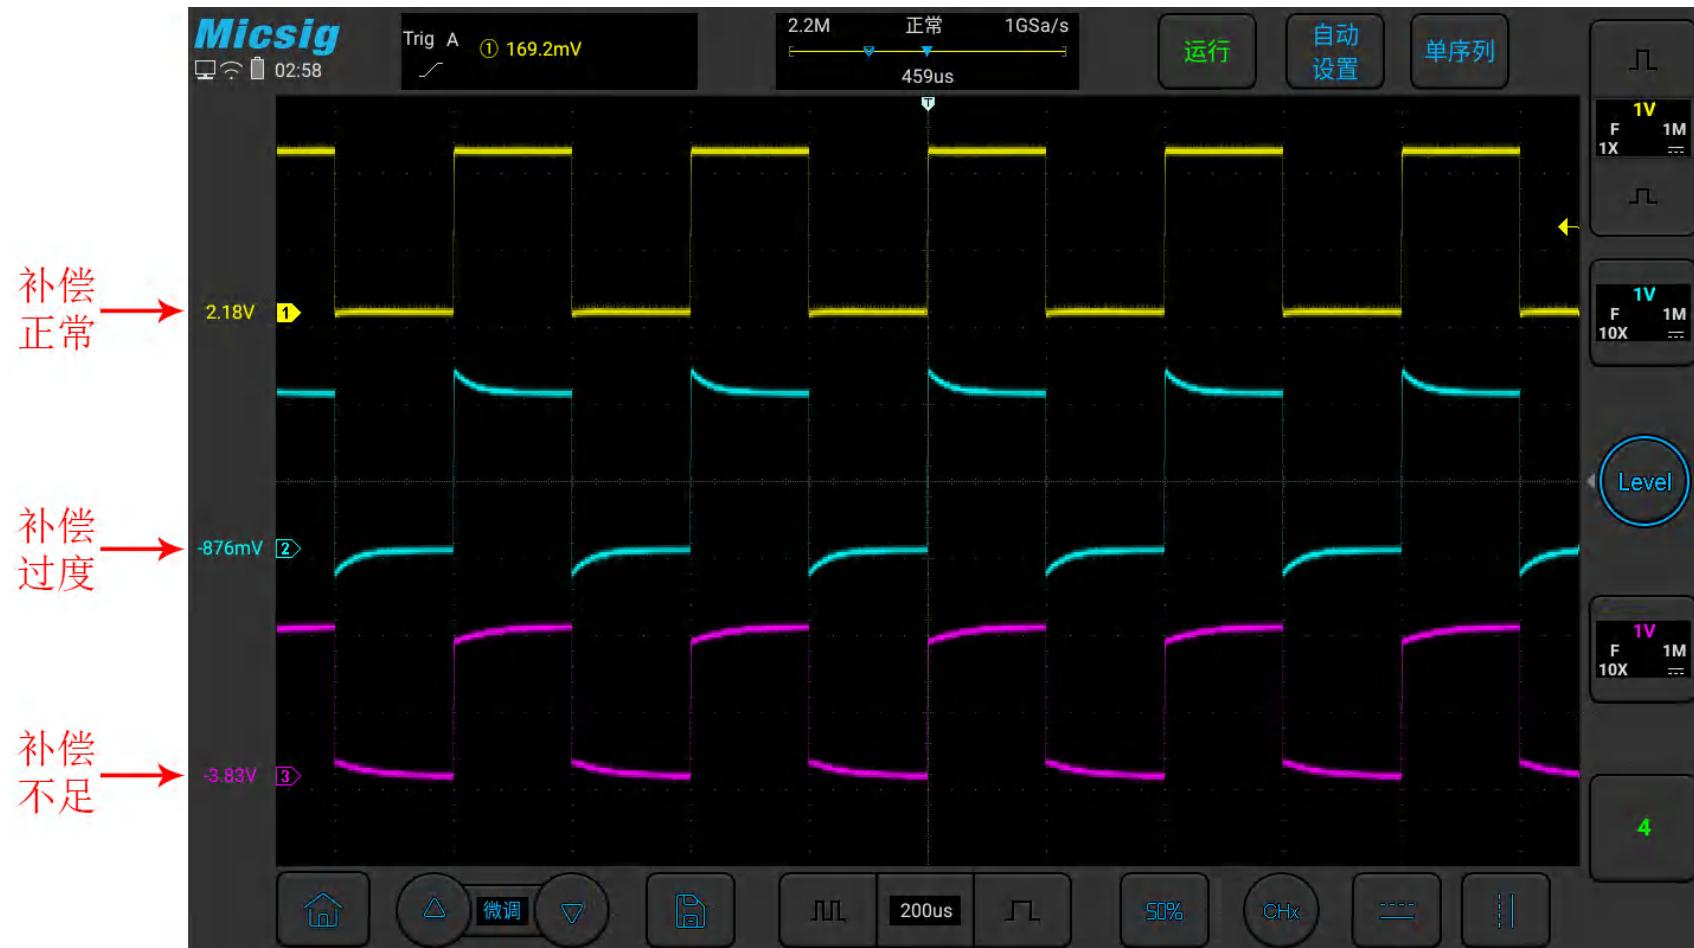

图2-15 探头补偿
- 5) 轻点  键或者手动调节波形垂直灵敏度、水平时基。观察波形形状，见图 2-15。